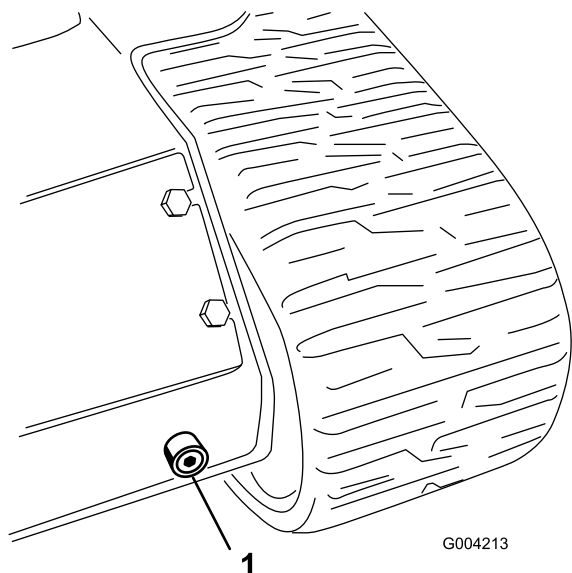

Figura 58
6. Collocare una bacinella di spurgo grande (capacità 56 litri) sotto il tappo di spurgo, nella parte anteriore del trattore (Figura 58).
7. Rimuovere il tappo di spurgo e scaricare l'olio nella bacinella (Figura 58).